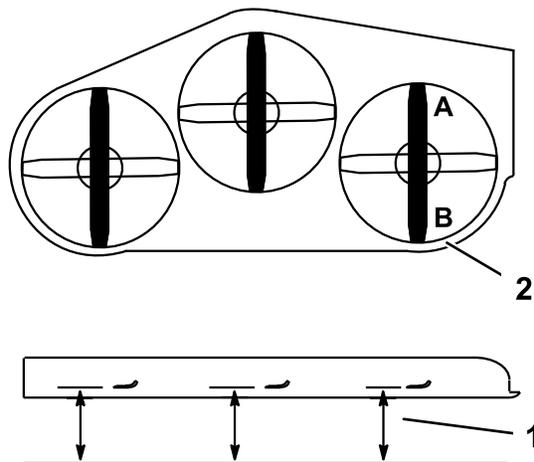

Figura 101
- Coloque la cuchilla **derecha** en posición longitudinal (Figura 101).
- Mida la cuchilla derecha en la posición **A** desde una superficie nivelada hasta el filo de corte del extremo de la cuchilla (Figura 101).
- Mida la cuchilla derecha en la posición **B** desde una superficie nivelada hasta el filo de corte del extremo de la cuchilla (Figura 101).
- La cuchilla del cortacésped debe estar entre 6 y 10 mm ( $\frac{1}{4}$ " y  $\frac{3}{8}$ " más baja en la posición que en la posición **B** (Figura 101). Si la distancia no es correcta, continúe con los pasos siguientes.